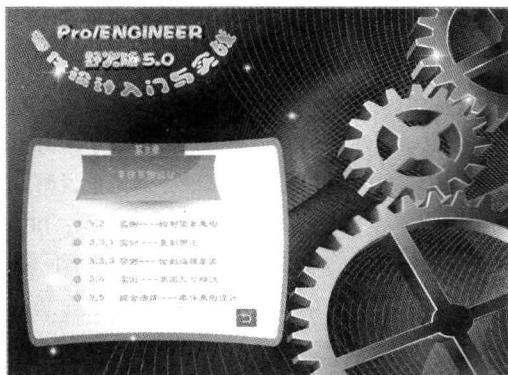

图2
5. 单击某一章的章号按钮，即可打开该章的范例目录，如图2所示。